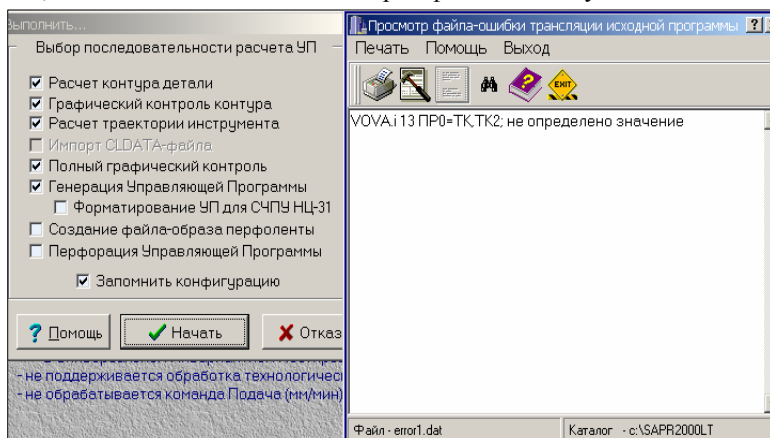

Рисунок 17 – Окно обнаружения ошибки
**Если же в программе была допущена ошибка**, то после нажатия кнопки «Начать» окно «Просмотр файла-ошибки трансляции исходной программы», либо же сообщение «Более трех файлов недопустимо» (рисунок 17).